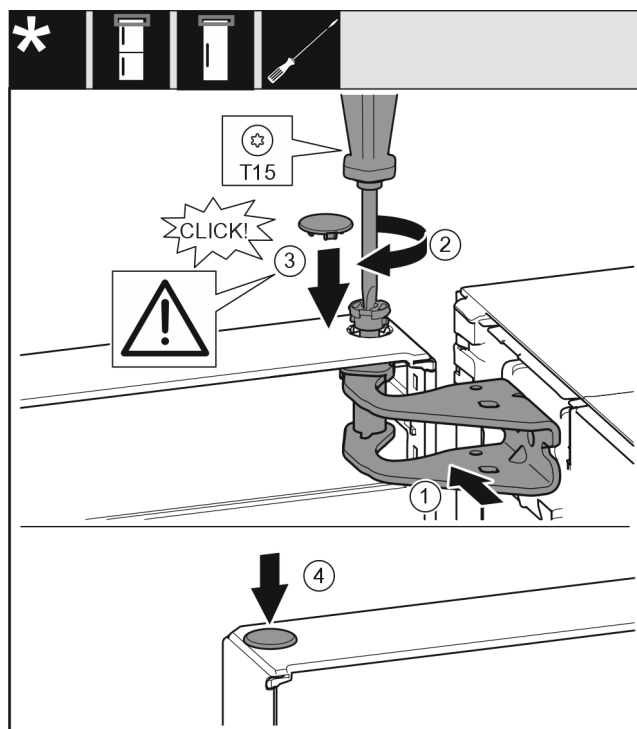

Fig. 26
- ▶ 将门的上方对准托架中的开口。 Fig. 26 (1)
- ▶ 放入螺栓 Fig. 26 (2) 并用螺丝刀拧紧。
- ▶ 安装冰箱门安全装置的安全盖 Fig. 26 (3)：放入安全盖并检查其是否在门上。此外将螺栓完全插入。
- ▶ 放上堵头 Fig. 26 (4)。